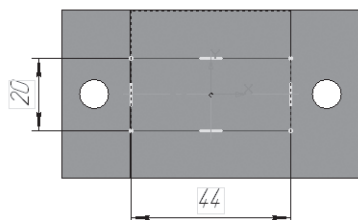

Рис. 199
-  – **Прямоугольник по центру и вершине.** Укажите начало координат, на панели **Свойств** выберите команду **С осями** и постройте прямоугольник высотой 20 мм и шириной 44 мм (рис. 199);